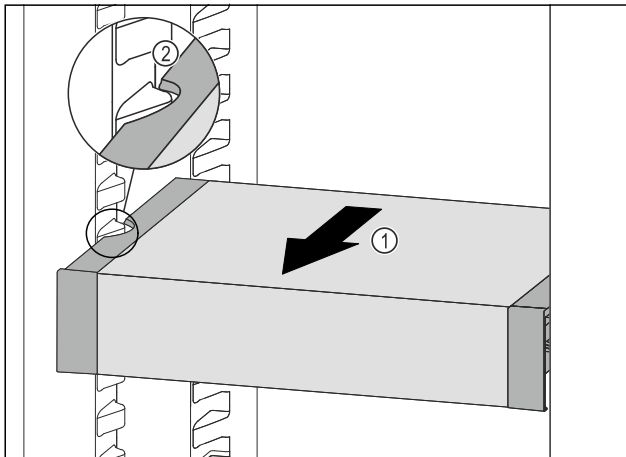

Fig. 176
- Vedä VarioSafe-laatikkoa eteenpäin Fig. 176 (1), kunnes Variosafen sivuilla olevat lovet ovat jääkaappiosassa olevien kannattimien tasolla. Fig. 176 (2)